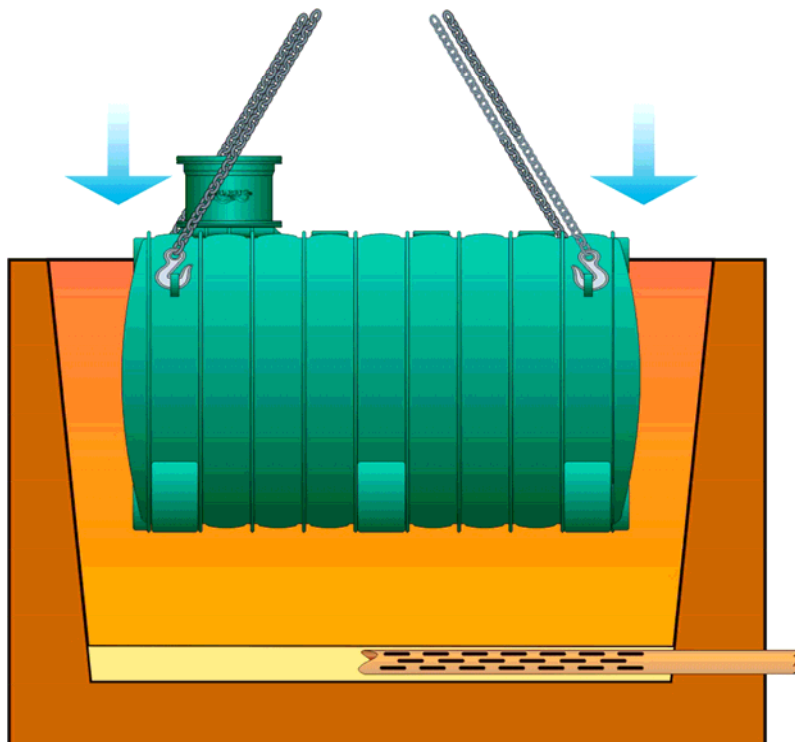

Fig. 4
3. Se introduce separatorul în groapă și se așează pe patul de nisip; se verifică să fie în poziție perfect orizontală. (Fig. 4)